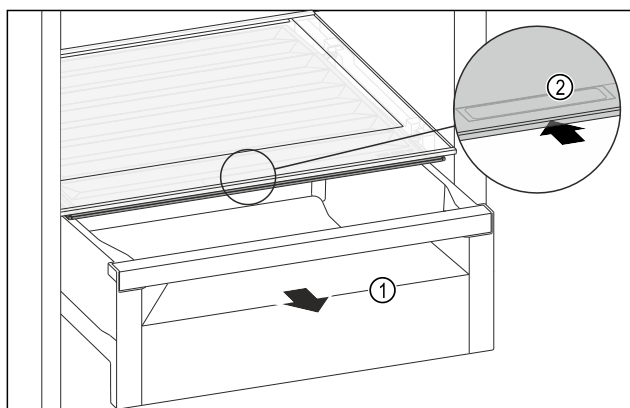

Fig. 189
- Izvucite ladicu Fig. 189 (1).
- Primite ručku Fig. 189 (2) na poklopcu pretinca i istodobno povucite poklopac pretinca prema natrag.